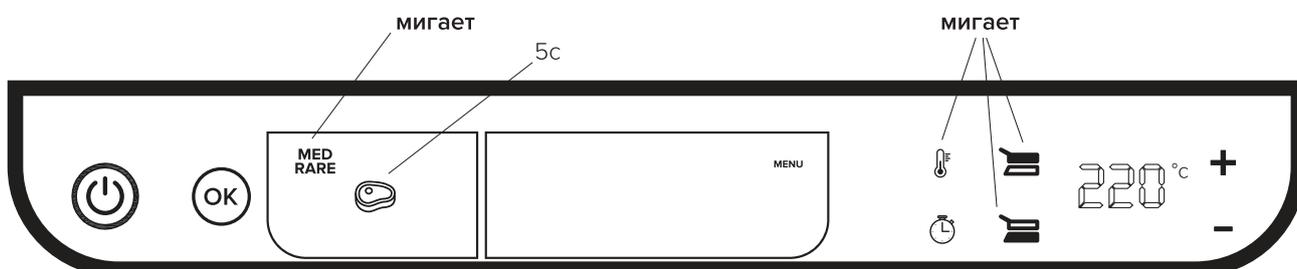

Рис. 10
- для начала, с помощью кнопки «меню выбора степени прожарки стейка» «5с» (рис. 10), активизируйте вариант MED RARE;